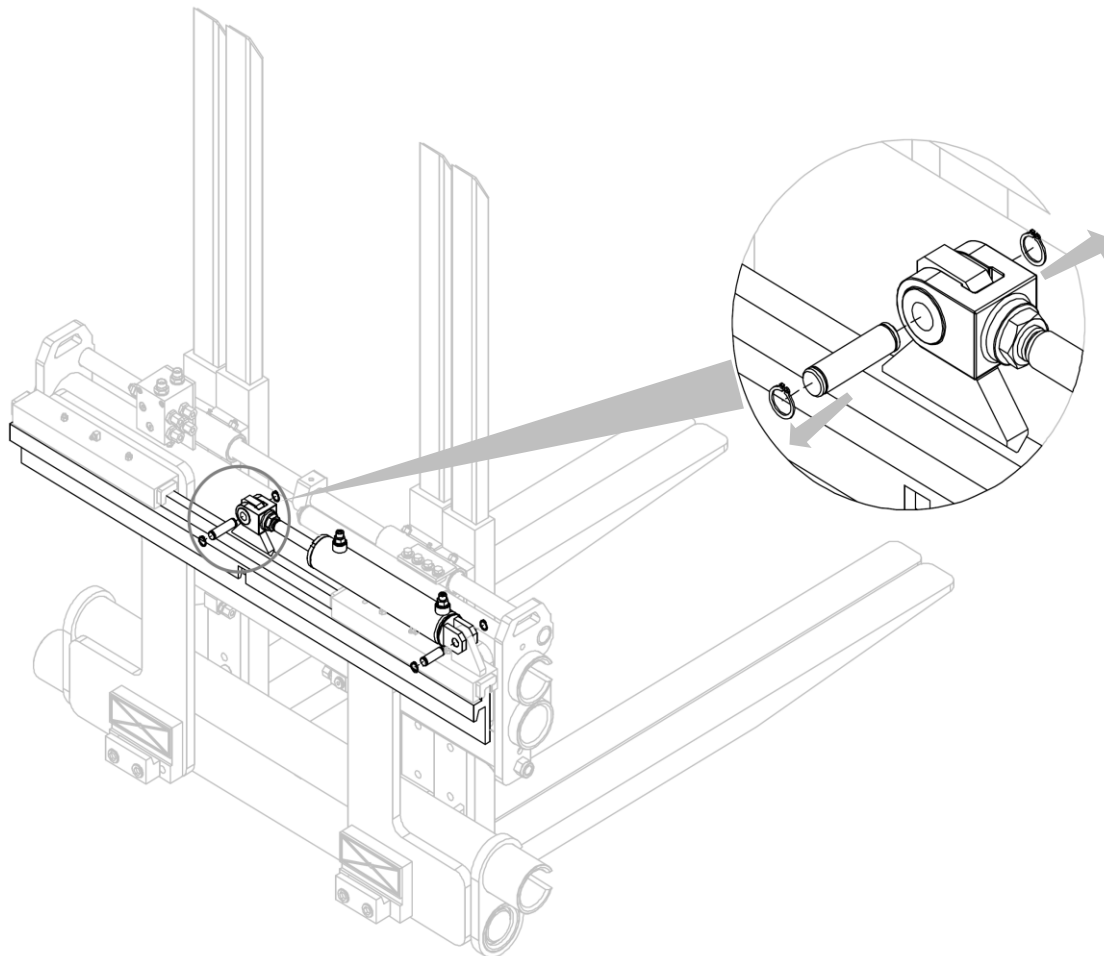

Figura 23
7. Prendere come riferimento la *Figura 23*.